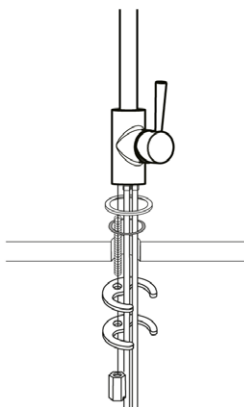
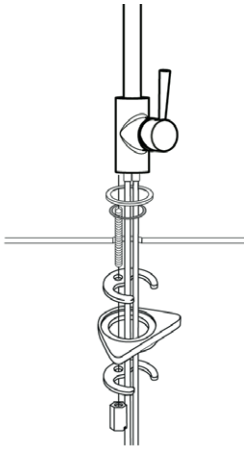

Fig. 2: Montering på bänkskiva (tjock).
Fig. 3: Montering på diskbänk.
2. **Bänkskiva (tjock):** Montera blandaren enligt Fig. 2. Diskbänk: Blandaren måste monteras med stödplattan, enligt Fig. 3. **OBS!** Anslutningsslangarna får ej vridas, böjas eller tänjas ut, då detta kan skada slangar och packningar.